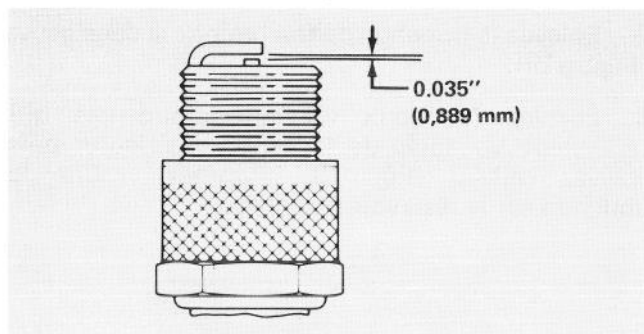

Figure 21
6. Réglez l'écartement entre les électrodes d'une bougie neuve à 0,889 mm (Figure 21). Posez la bougie dans la culasse et serrez-la à 15 lb/pi. Si vous ne disposez pas d'une clé dynamométrique, serrez fermement.